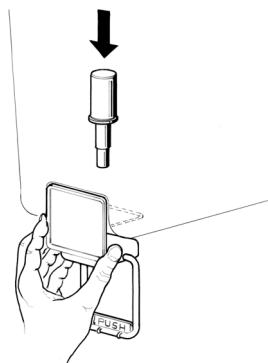

figura 5
**3 Grifo en acero inox por gravedad:** montar la palanca mando grifo y enfilarse el pistón unido a la su junta (ver figura 5).